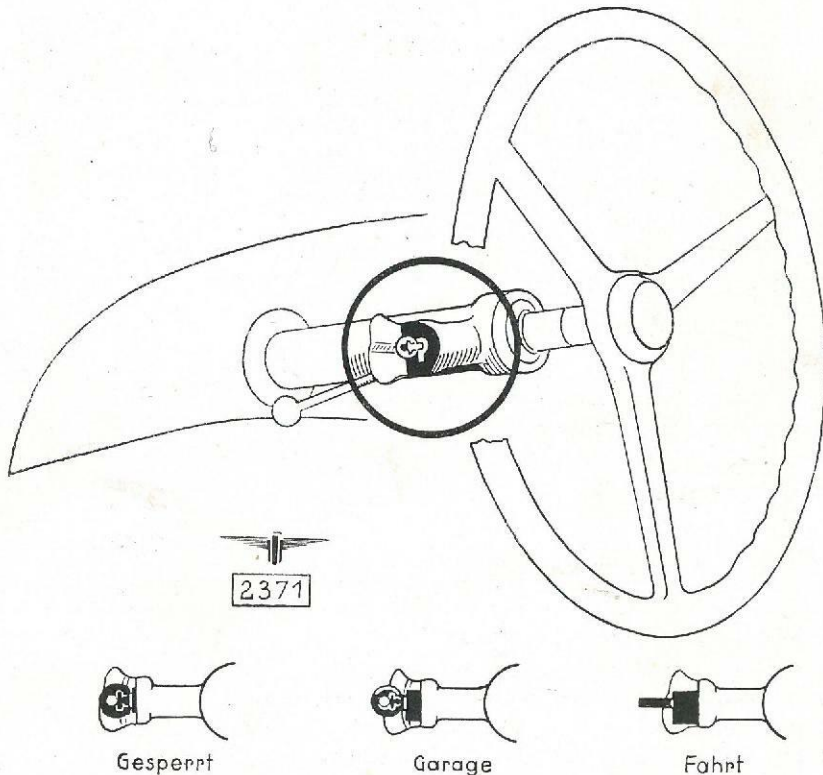

Abb. 19 Sicherungsschloß mit Zündschalter
- Gesperrt — Schloß vollständig eingesteckt (Zündung ausgeschaltet — Lenkung blockiert — Schlüssel kann abgezogen werden) (Abb. 19).